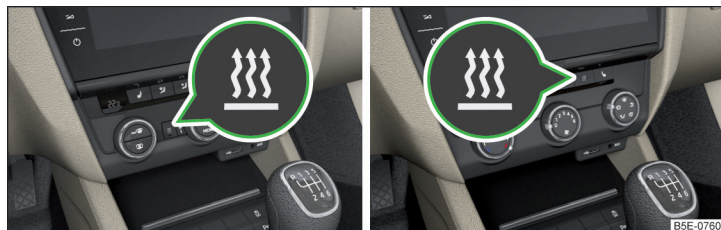

Fig. 139 Buton pentru activare/dezactivare (Climatronic / instalație de climatizare manuală)
- Cu ajutorul butonului de pe unitatea de operare a instalației de climatizare » fig. 139.
Dacă activarea automată este activată, după decuplarea contactului se aprinde timp de aproximativ 10 secunde lampa de control din butonul » fig. 139.